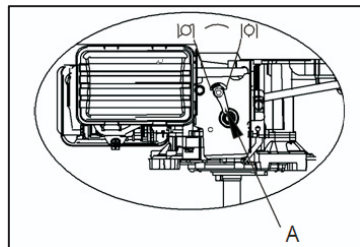

Fig. 2B A. Gashendel
c) Zet de gashendel in de chokestand . (Fig 2B)